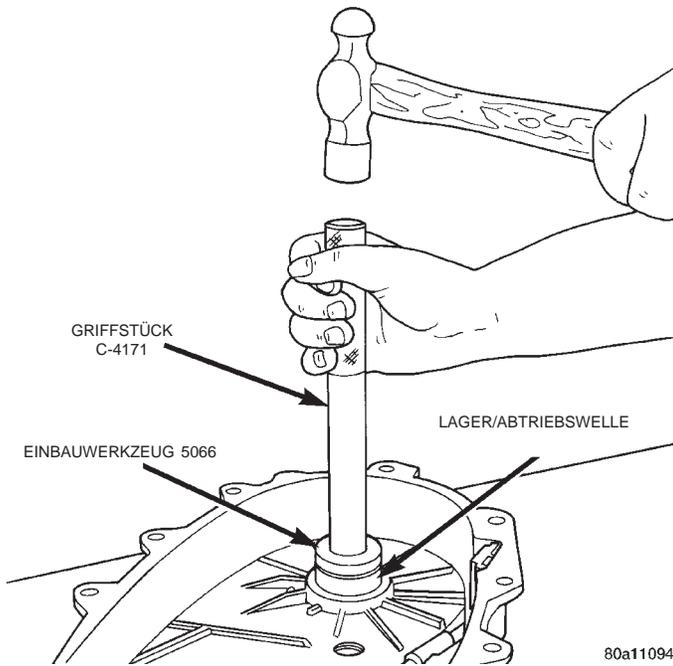
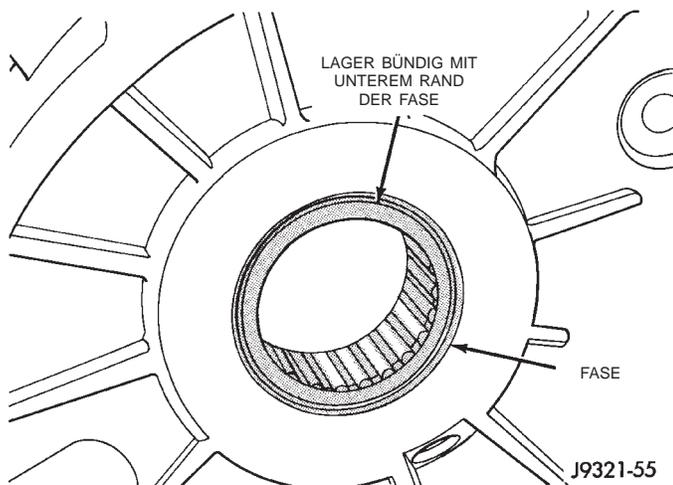

Abb. 47 Hinteres Abtriebswellenlager einbauen
Abb. 48 Einbautiefe des hinteren Abtriebswellenlagers
(8) Das neue Lager mit Griffstück C-4171 und Einbauwerkzeug 5066 einbauen (Abb. 47). Die Lagerbohrung ist am oberen Rand angefasst. Das Lager so einbauen, daß es bündig mit dem unteren Rand der Fase abschließt (Abb. 48).